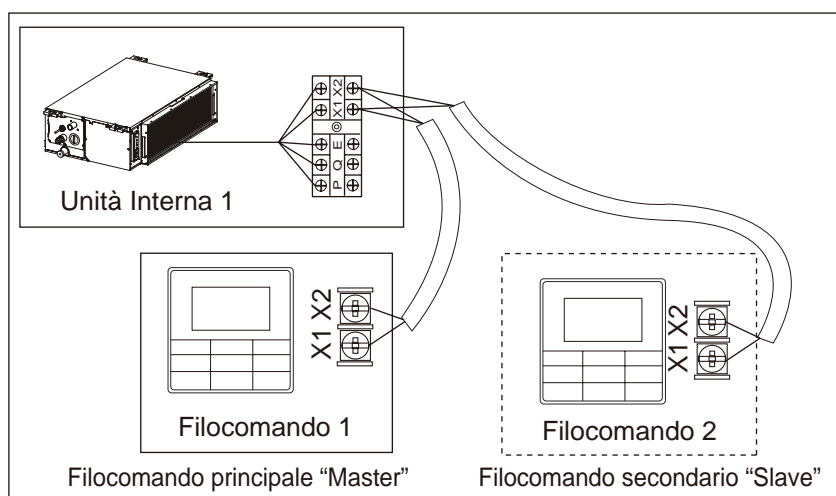

Fig. 7.7
- ♦ Utilizzare 1 Filocomando per il controllo di 1 Unità Interna, oppure 2 Filocomandi (1 principale "Master" e 1 secondario "Slave") per il controllo di 1 Unità Interna (vedi Fig. 7.7).